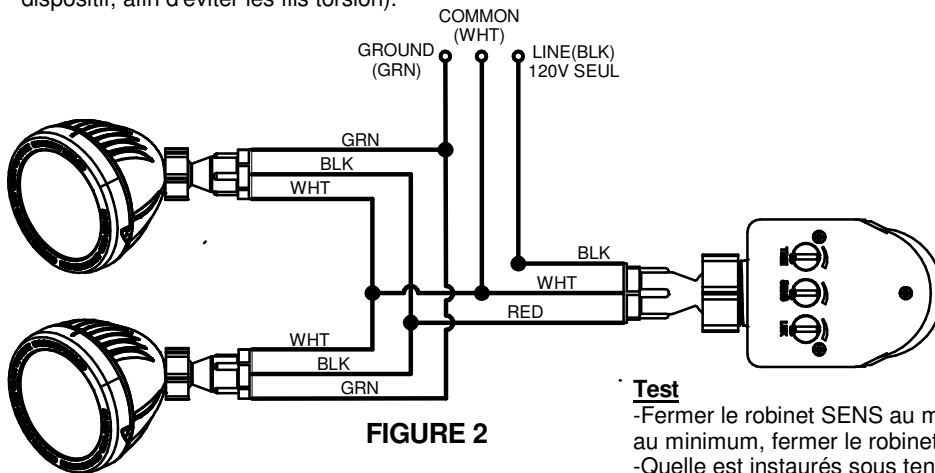

FIGURE 2
3. Raccorder les fils selon la Figure 2. Utilisez écrous fournis dans le sac de quincaillerie.